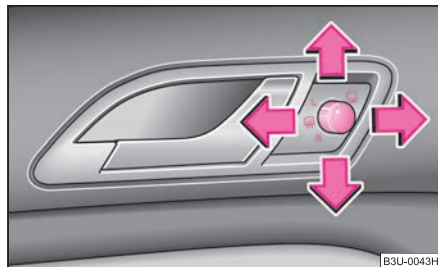

Fig. 52 Interno porta: manopola (joystick)
- Portare la manopola in posizione  ⇒ fig. 52.
Con manopola in posizione **R** ⇒ fig. 52 e retromarcia inserita, lo specchio esterno si inclina leggermente verso il basso. Ciò permette di vedere il cordolo nelle manovre di parcheggio.
- Portare la manopola di comando degli specchi esterni in posizione **R** ⇒ pag. 58, fig. 52.